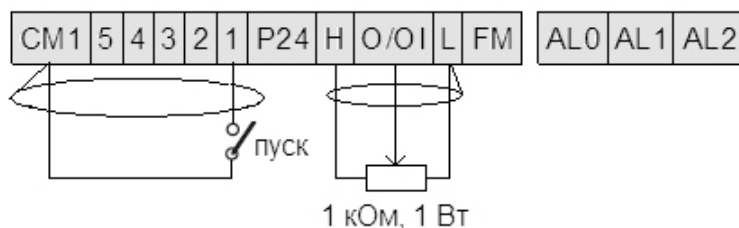

Рисунок 3. Подключение к внешним клеммам
- 1 – Задание выходной частоты преобразователя от внешних клемм (подключение см рис. 3).